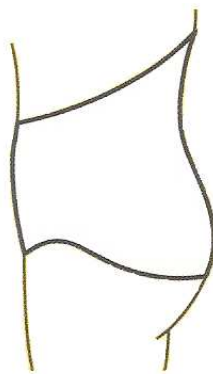

Figure 23 : CML ventrière et montante au dos ⁽²⁷⁾
- CML ventrière et montante au dos. Prévues surtout pour les hommes avec proéminence abdominale, quelques fois pour les femmes. La forme montante au dos augmente la surface d'appui dorsal afin de permettre un bon maintien du tablier abdominal et un soulagement du dos (Figure 23) ;